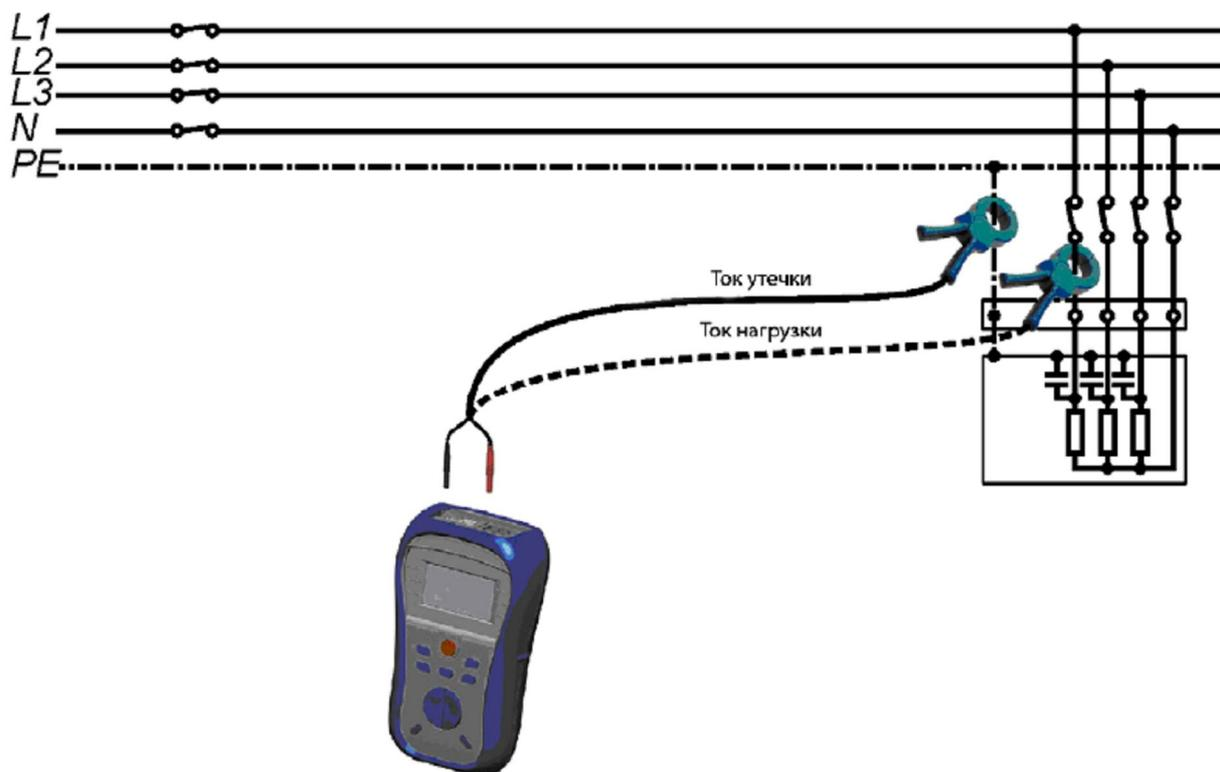

Рисунок 5.12: Измерение тока утечки и тока нагрузки с использованием токовых клещей
- Обхватите токовыми клещами измеряемый проводник (см. рисунок 5.12).